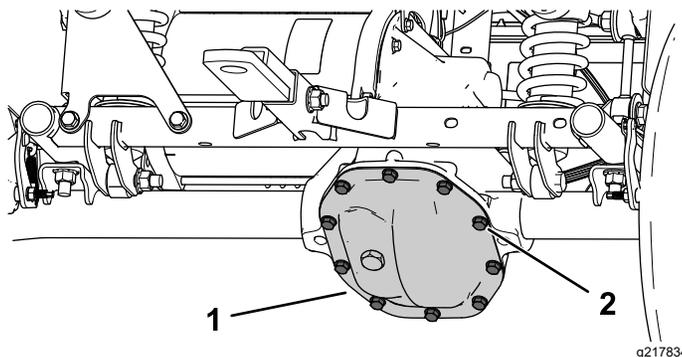

Figura 51
1. Allineate una bacinella di spurgo sotto la protezione del transaxle (Figura 51).
2. Rimuovete i bulloni dalla protezione del transaxle e spurgate completamente il fluido (Figura 51).